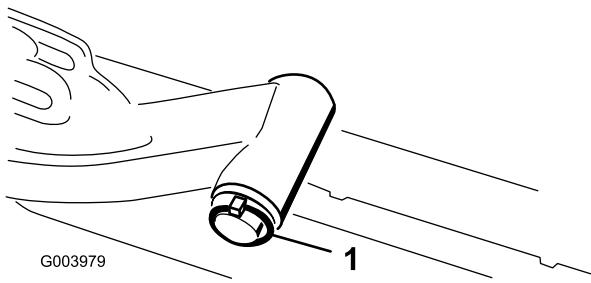

Bild 8
- Nehmen Sie den Klappstecker und die Scheibe ab, mit denen der Gelenkschaft des Hubarms am Hubarm befestigt ist. Schieben Sie die Gelenkwelle des Hubarms aus dem Hubarm (Bild 8).
- Setzen Sie den Hubarmschaft in den Hubarm ein und befestigen Sie ihn mit der Scheibe und dem Klappstecker (Bild 8).